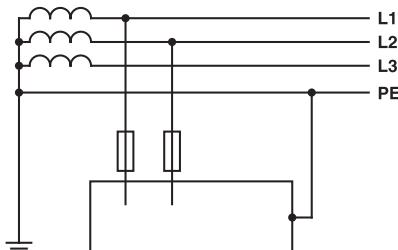

Рис.2
Двухфазное электропитание 380-400В / 50 Гц. Используйте подключение к Фазе 1 (1), Фазе 2 (2) и Земле (PE) в трехфазной розетке, см. Рис. 2. Прерыватель 16А, кривая D, или плавкие предохранители на 16А типа аМ.